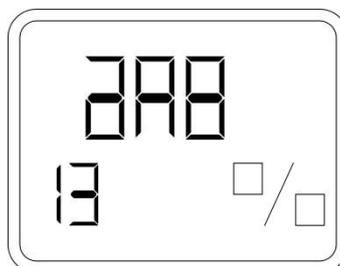

Рисунок 28 - Отображение значения давления в процентах от шкалы
- При помощи кнопки «М» зайти в пункт меню 13 (рисунок 28).